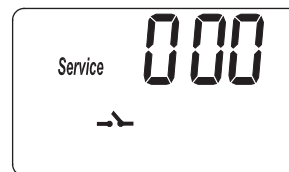
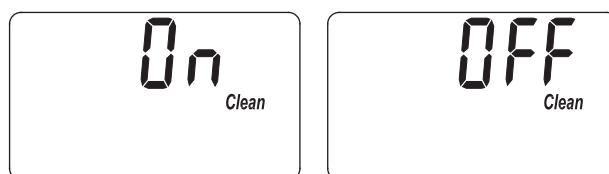
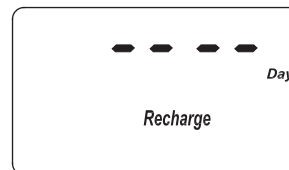

FIG. 28
FIG. 29
FIG. 31
1. Mantenga oprimido el botón **PROGRAM** (Programar) hasta que aparezca la pantalla que se indica en la Fig. 28. Cuando ello ocurra, oprima dos veces el botón **PROGRAM** (Programar) y aparecerá una de las dos pantallas que se indican en la Fig. 29.
1. Mantenga oprimido el botón PROGRAM (Programar) hasta que aparezca la pantalla que se indica en la Fig. 28. Cuando ello ocurra, oprima tres veces el botón PROGRAM (Programar) y aparecerá la pantalla que se indica en la Fig. 30.
1. Mantenga oprimido el botón PROGRAM (Programar) hasta que aparezca la pantalla que se indica en la Fig. 28. Cuando ello ocurra, oprima cuatro veces el botón PROGRAM (Programar) y aparecerá la pantalla que se indica en la Fig. 31.
1. Mantenga oprimido el botón PROGRAM (Programar) hasta que aparezca la pantalla que se indica en la Fig. 28. Cuando ello ocurra, oprima cinco veces el botón PROGRAM (Programar) y aparecerá una de las dos pantallas que se indican en la Fig. 32.